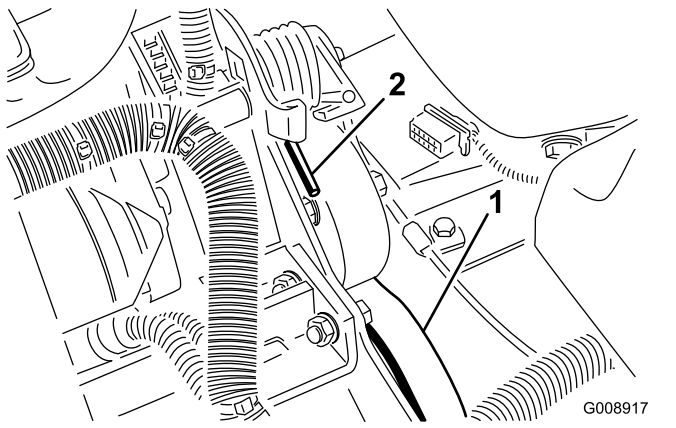

图71
2. 上下按动弹簧的端部（图71），将其从支架上解开，释放弹簧上的张力。